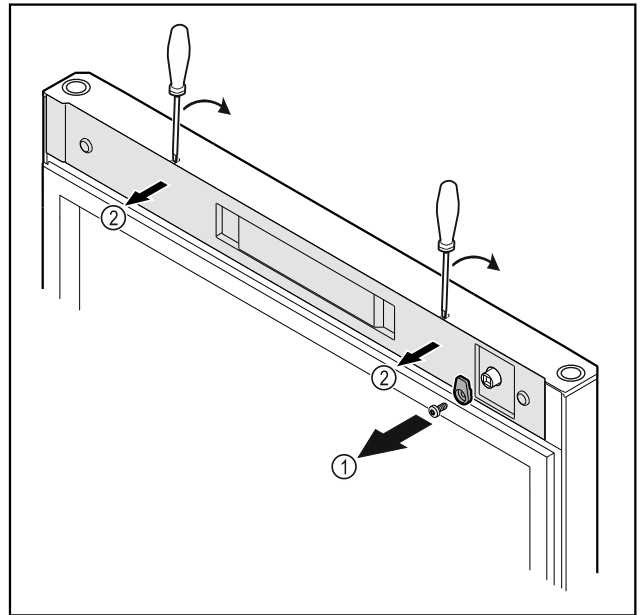

Fig. 10 *
- Schließhaken Fig. 10 (1) abschrauben.*
- Abdeckung Fig. 10 (2) mit einem kleinen Schraubendreher ausrasten und abnehmen.*